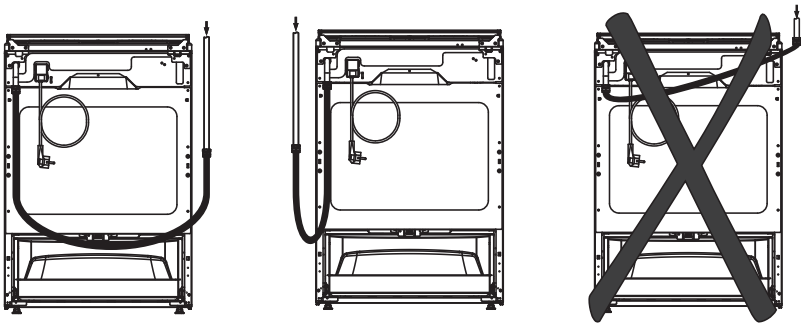

рис. 3
- гибкий присоединительный рукав не должен проходить в зоне горячего воздуха дымохода и касаться задней стенки плиты (рис. 3);
! ПОМНИТЕ! После установки плиты на место обязательно проверьте положение гибкого шланга подвода газа и шнура питания (рис. 3). Они не должны проходить над дымоходом и касаться задней стенки плиты. Во время работы духовки там возникает высокая температура, которая может их повредить.